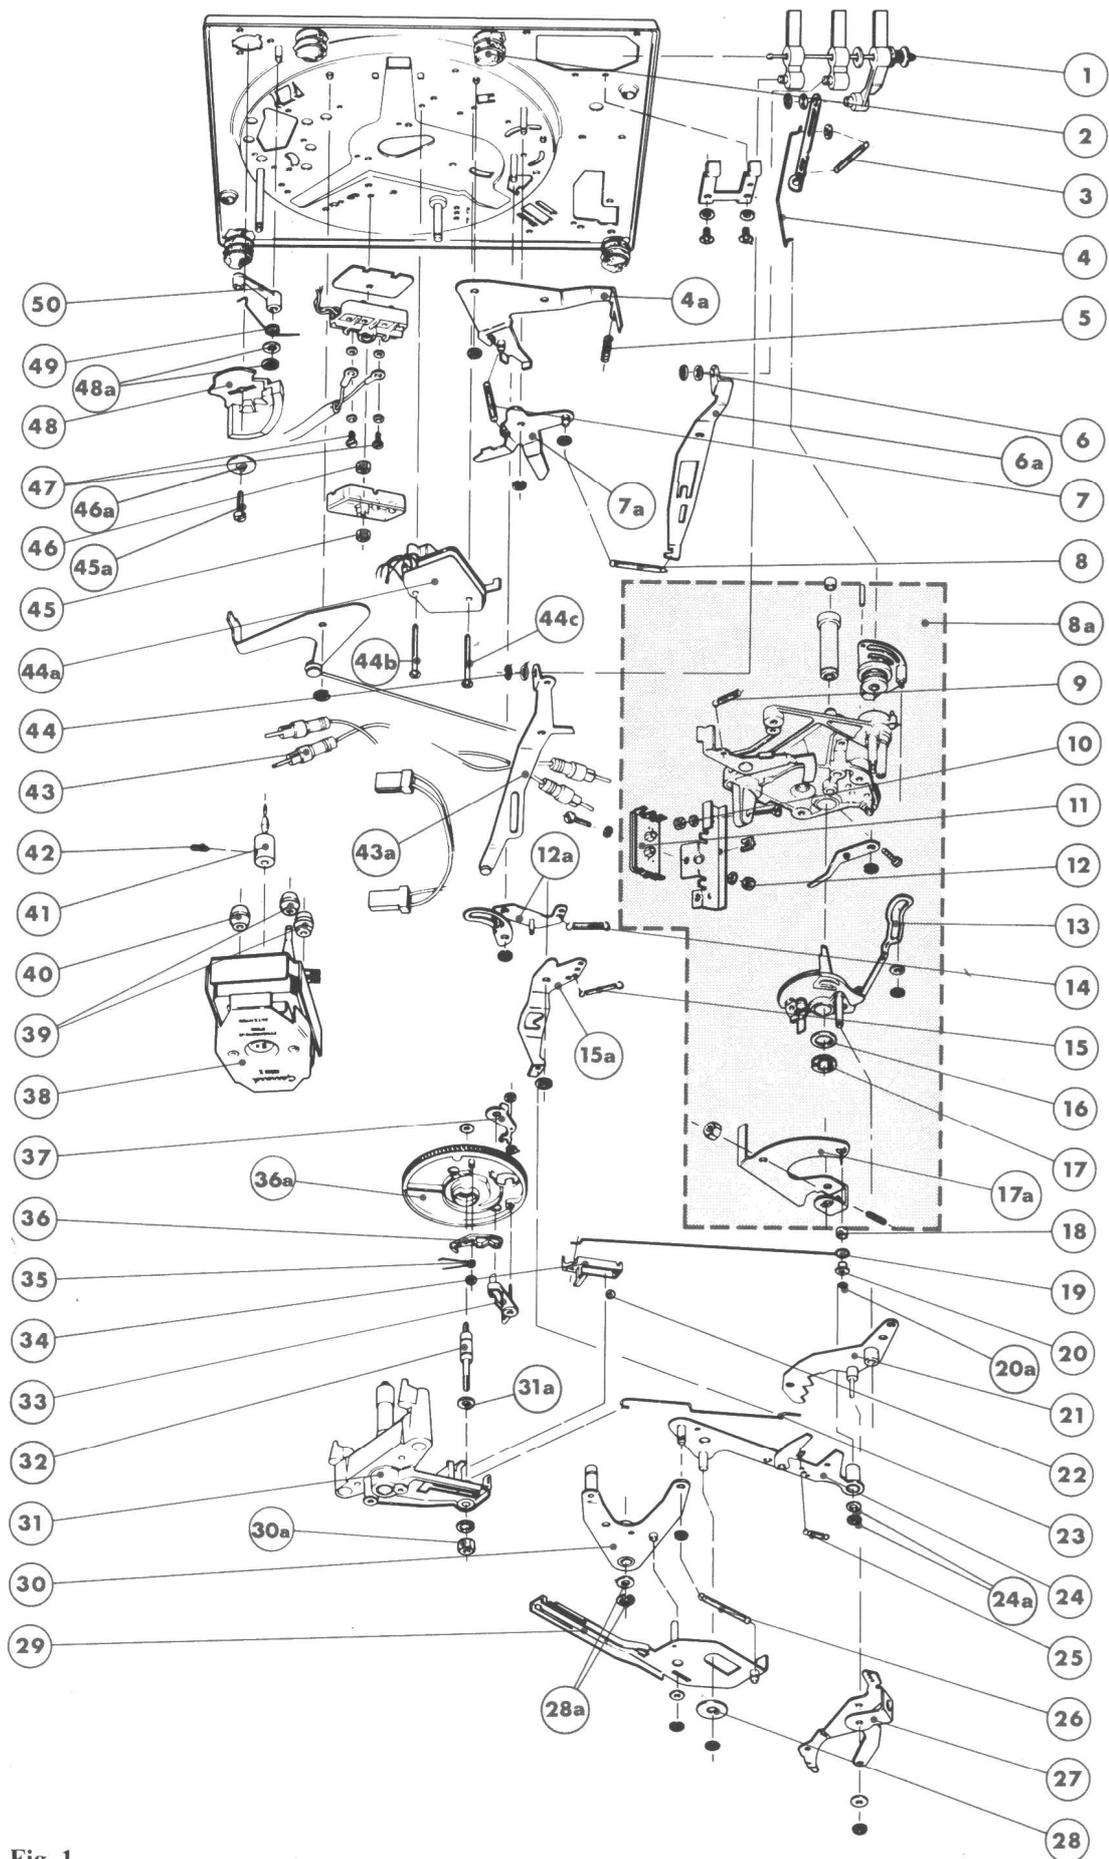

Fig. 1
## I – DEPART (Fig. 1)
## II – LEVEE, DEPLACEMENT ET POSE DU BRAS SUR LE DISQUE (Fig. 1)
## III – FIN DE LECTURE (Fig. 1)
## IV – ARRET EN FIN DE DISQUE (Fig. 1)
## V – REJET D'UN DISQUE EN COURS DE LECTURE (Fig. 1)
### I – DEPART (Fig. 1)
### II – MISE EN PLACE DU BRAS SUR LE DISQUE (Fig. 1)
### III – ARRÊT EN FIN DE DISQUE (Fig. 1)
- 1o - Dessouder les fils de liaison situés sur la plaquette de prises (11) de l'ensemble du mécanisme de bras (8A) (Fig. 1).
- 2o - Enlever le contrepoids (1).
- 3o - Libérer le bras de lecture (2) en le déverrouillant de son support (12).
- 4o - Desserrer les vis de blocage du bras (42) et (50).
- 5o - Enlever le bras de son support (46).
## IV – DEMONTAGE DE L'INTERRUPTEUR GENERAL (Fig. 1)
## V – DEMONTAGE DE LA CAME DE VITESSES (Fig. 1)
## VI – DEMONTAGE DE L'ENSEMBLE CHANGEMENT DE VITESSES (Fig. 1)